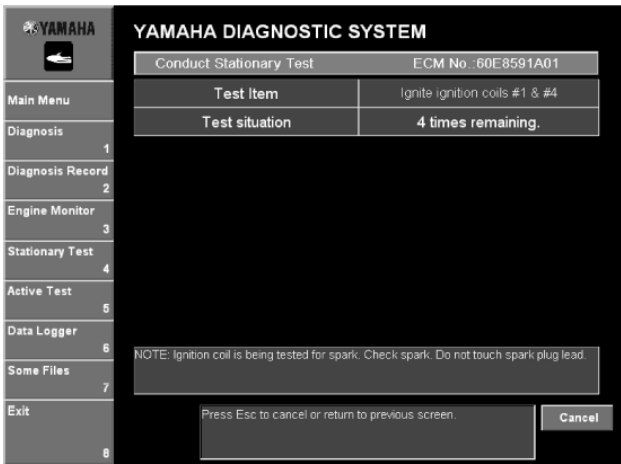

Рис. 68
6. Во время проверки в колонке **Состояние теста(Test situation)** появляется информация, следуйте инструкциям теста в сообщениях которые отображены. (См. рис. 68.)
7. Чтобы остановить стационарный тест, щелкните **отменить(Cancel)**. (См. рис. 68.)